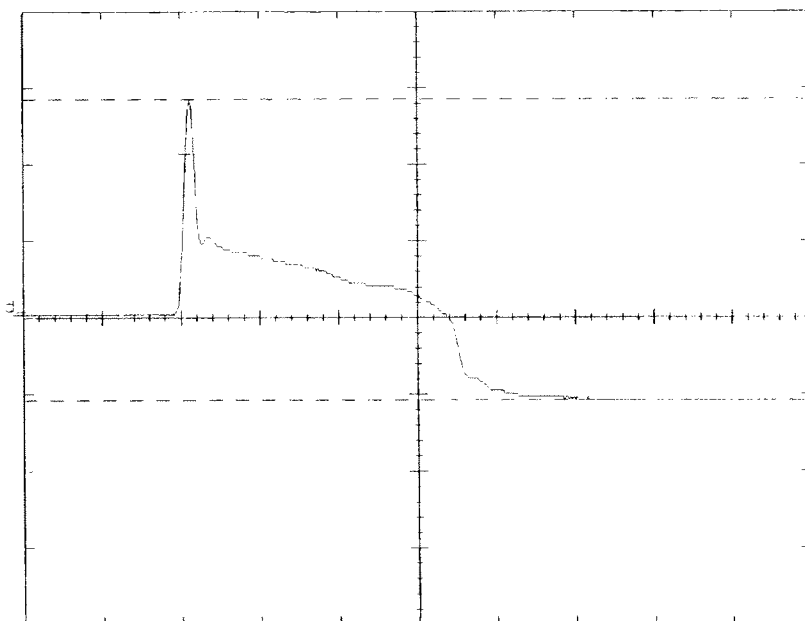

Bild 21.
- Kontrollera att pulsen återtar normalt utseende när tyatronen blir varm. Se bild 21.